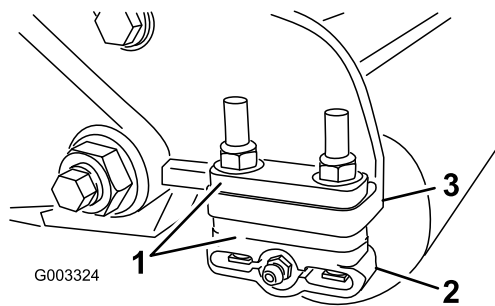

**Bild 11**
1. Legen Sie die benötigte Anzahl von Distanzstücken unter den Montageflansch der Seitenplatte (**Bild 11**), um die Halterungen der Heckrolle (**Bild 11**) auf die gewünschte Schnitthöhe einzustellen, siehe Schnitthöhentabelle.